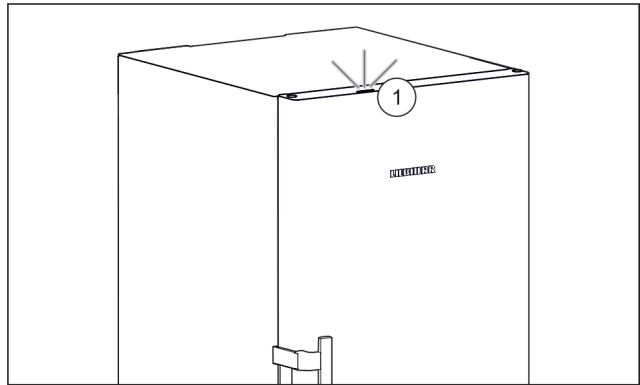

Fig. 51 Aktivt statuslys når døren er lukket
- ▷ Statuslys Fig. 51 (1) er aktivert.